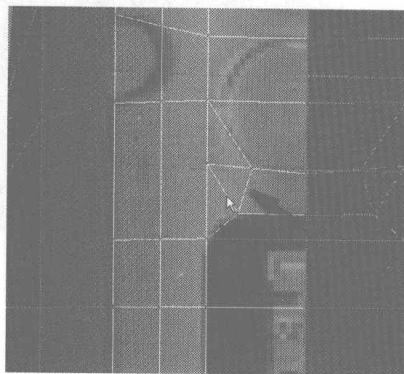

图 3.62
- 02** 适当调整节点后继续添加如图 3.62 所示的细分线。